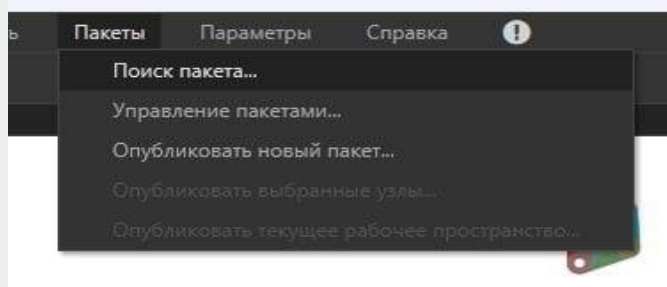

Рис. 20 – Меню в редакторе скриптов Дунато
- В редакторе скриптов Дунато, на вкладке **Пакеты** выбрать меню **Поиск пакета...** (Рис. 20).